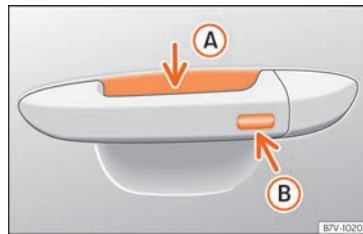

Fig. 142 Maniglia della porta: superfici sensibili.
- Mantenere un dito per alcuni secondi sulla superficie sensibile di blocco » » fig. 142 B della maniglia della porta per chiudere il tettuccio. Se si smette di toccare la superficie sensibile si interrompe la funzione di chiusura.